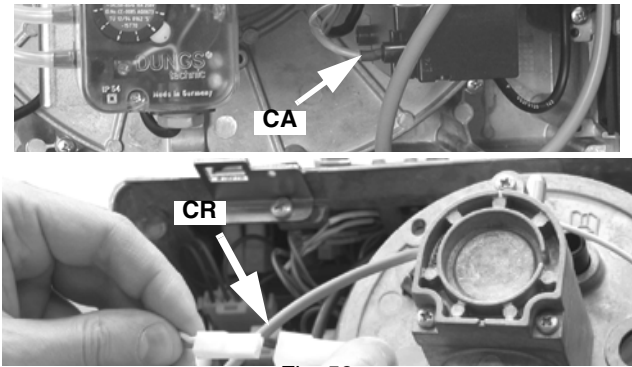

Fig. 59
- 3 Desconectar el cable de encendido **CA** del transformador de encendido (Fig. 59).